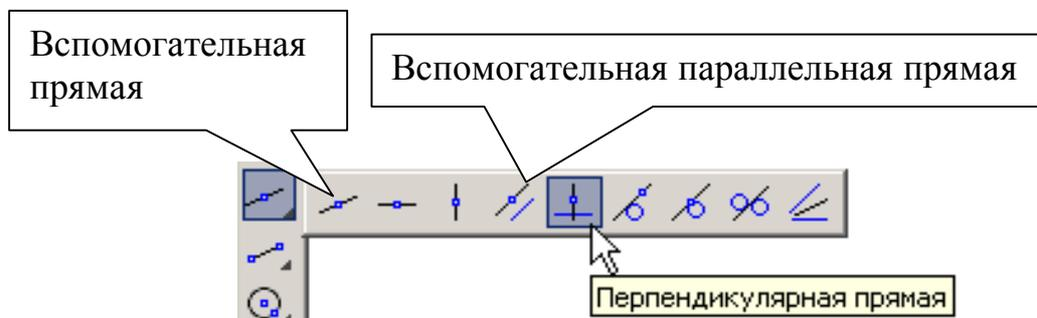
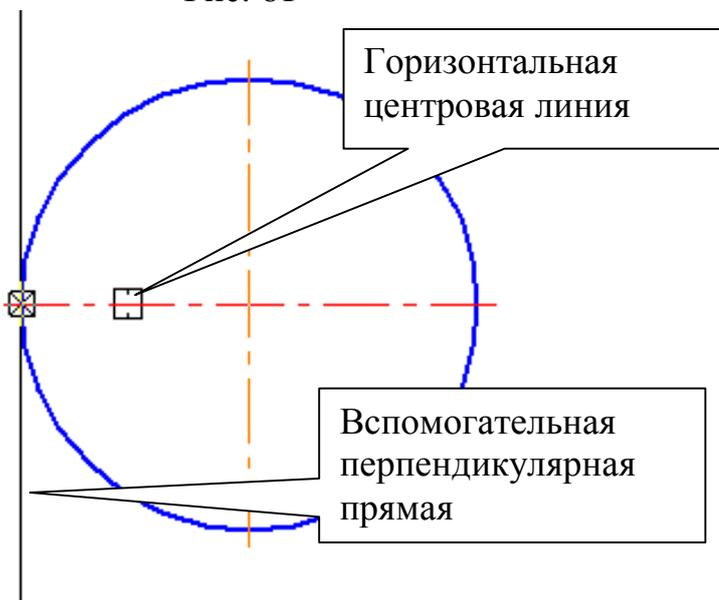

Рис. 61
Рис. 62
4. Постройте паз глубиной 10 мм и шириной 20 мм. Для этого на панели **Геометрия**  сделайте активной команду вспомогательных построений **Перпендикулярная прямая**, рис. 61. На запрос системы *Укажите кривую для построения перпендикулярной кривой* покажите курсором горизонтальную центровую линию и подведите курсор к левой точке пересечения окружности $\varnothing 120$ с горизонтальной центральной линией, рис. 62.
Выберите из вспомогательных прямых параллельные, рис. 61. В строке параметров включите одну прямую